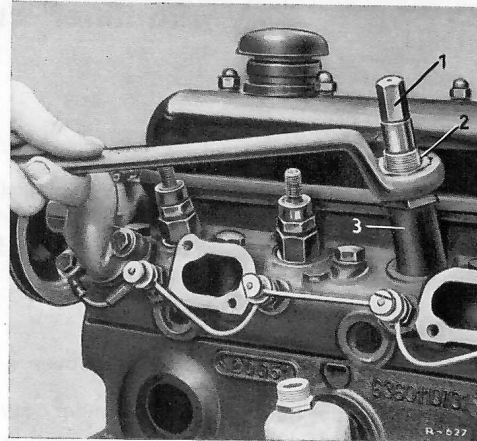

Bild 01-1/2
Nun durch Drehen der Zapfenhülse (3) den Gewinding heraus-schrauben (siehe Bild 01-1/2).
9. Die Vorkammer mit dem Auszieher Teil-Nr. 636 589 01 33 ausziehen. Dazu die Druckspindel (1) (siehe Bild 01-1/3) soweit wie möglich in die Vorkammer einschrauben, dann die Abdrückglocke (6) so drehen, daß der Ausschnitt (2) der Abdrückglocke genau über der Nute (3) im Zylinderkopf und damit über der Nase der Vorkammer liegt. Nun durch Anziehen der Sechskantmutter (5) die Vorkammer ausziehen (siehe Bild 01-1/3).